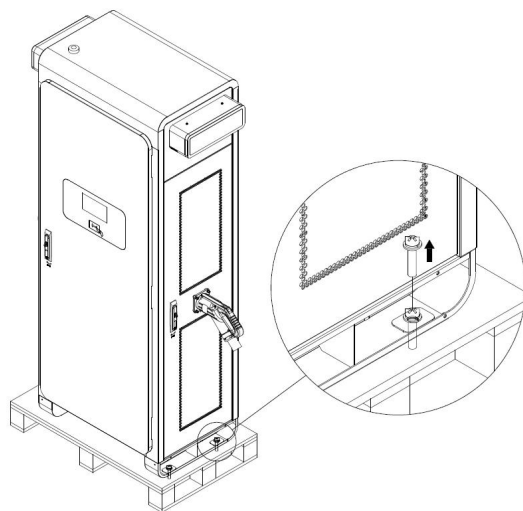

图 7
- 用活动扳手将充电桩底部 4 个 M12 的螺丝拆除。（如图 7）